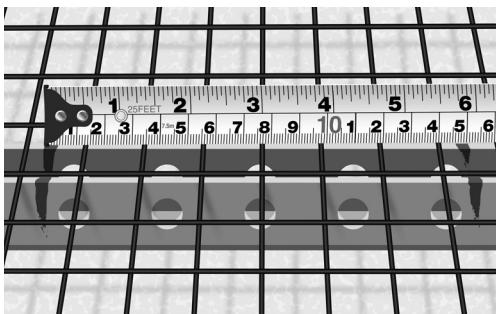

Fig. 15. Markér C-C-afstand på hønsenettet
- Markér den beregnede C-C-afstand på hønsenettet (fig. 15). Varmekablen skal udlægges parallelt med strøkonstruktion.